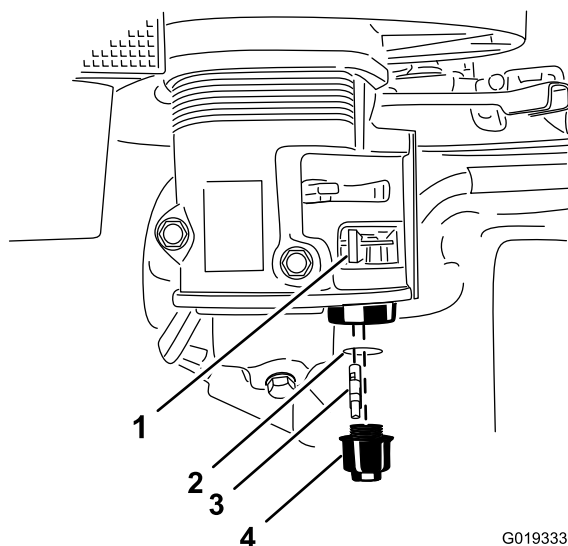

Figura 31
3. Mueva la palanca de la válvula de combustible a la posición de Cerrado, totalmente hacia la izquierda (Figura 31).
5. Retire el filtro de combustible y la junta tórica (Figura 31).
8. Instale el filtro de combustible en la parte inferior del carburador (Figura 31).